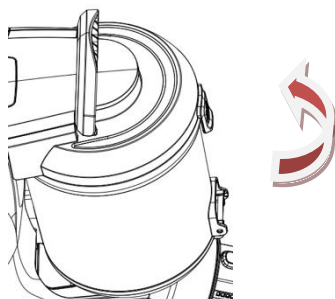

Fig.12
- 3) Come in fig.12, ruotare il coperchio HEPA per separarlo dal coperchio